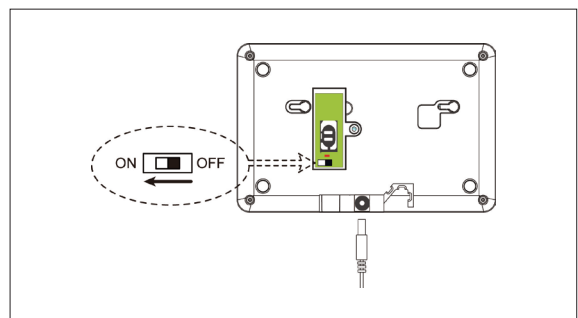

Bild 3
3. Anslut strömadaptern till kontrollpanelen och skjut batteriströmbrytaren till läge ON. Återinstallera serviceluckan på baksidan av kontrollpanelen. Bild 3.